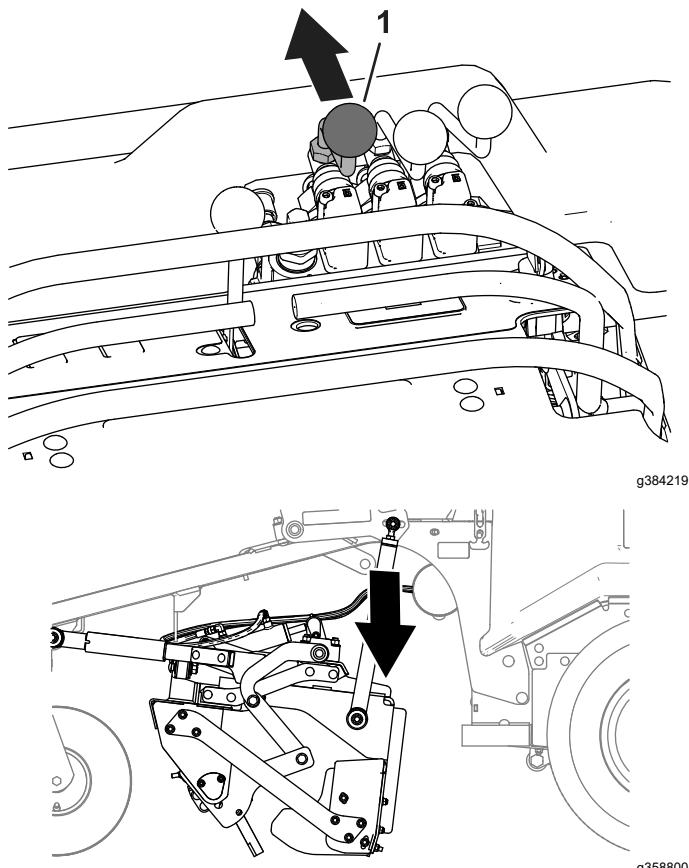

Figura 32
3. Con el motor en marcha, empuje hacia adelante el control de elevación del apero de montaje intermedio para bajar el apero de montaje intermedio (Figura 32).